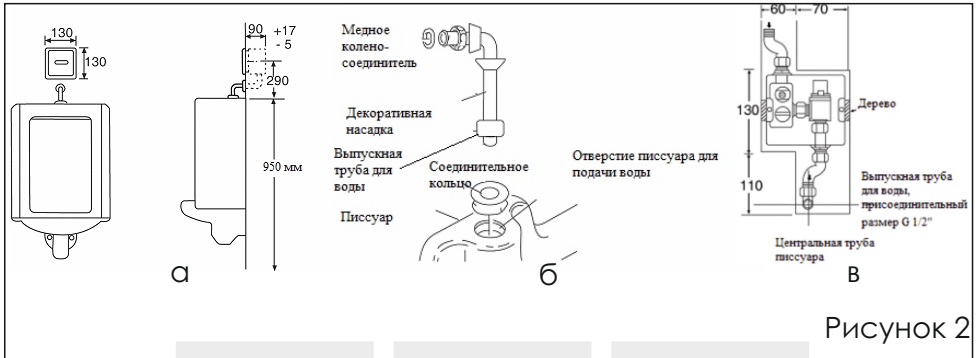

Рисунок 2
1. Прodelайте отверстие в стене на глубину 90 мм, вставьте туда металлический контейнер, подсоединив трубу для подачи воды (Рисунок 2.а).
2. Вставьте выпускную трубу для воды во входное отверстие писсуара (Рисунок 2.б).